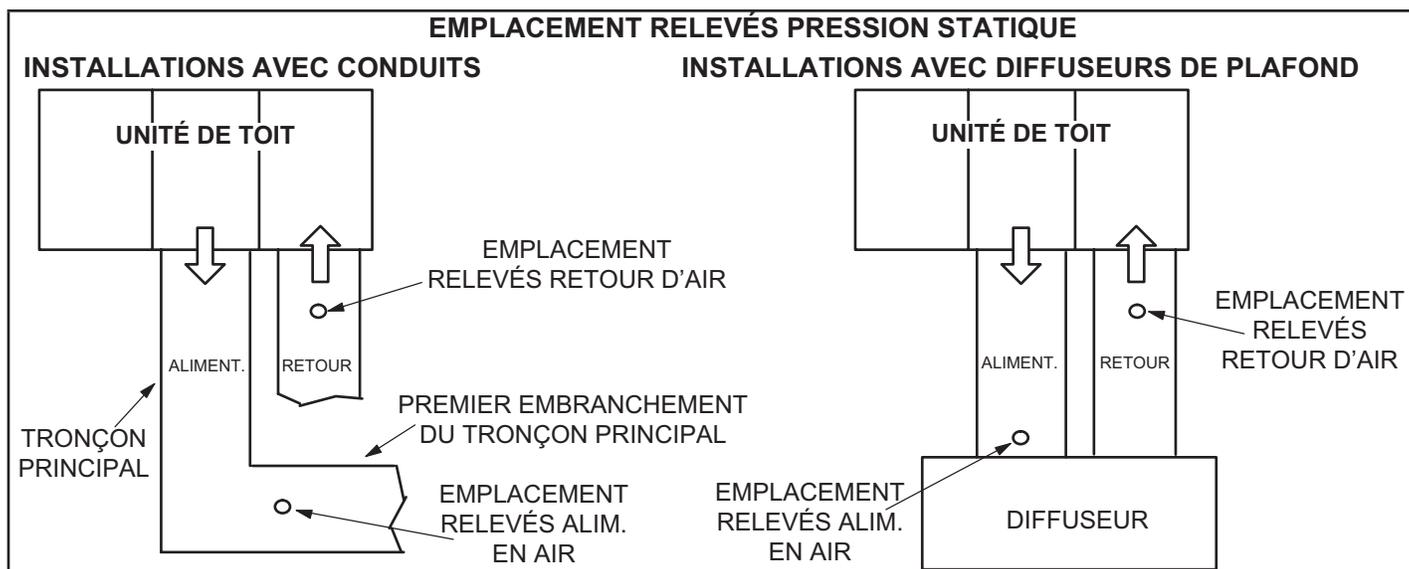

FIGURE 6
- 3 - Avec tous les panneaux d'accès en place, mesurez la pression statique à l'extérieur de l'unité (de l'alimentation au retour). Les données de rendement du ventilateur sont basées sur les mesures de pression statique réalisées aux endroits indiqués à la FIGURE 6.